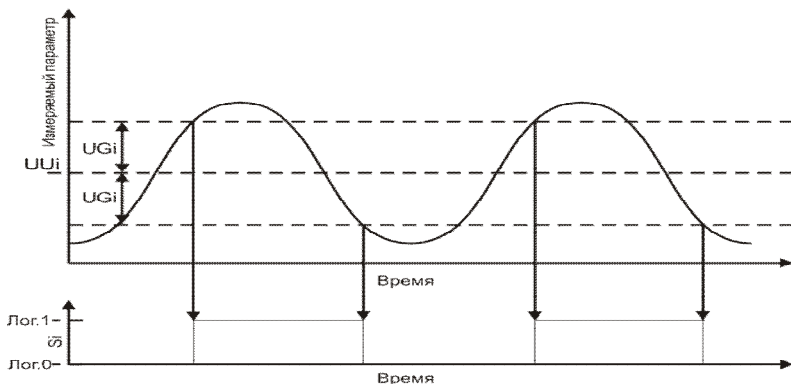

Рис.19 Логика работы пороговых устройств
Связь выходных состояний пороговых устройств с величиной входного сигнала и значениями уставок задается соотношениями (6) и показывает рис.19.
При прямом управлении значение выходного сигнала регулятора увеличивается с увеличением измеряемой величины (холодильник) (рис.19). При обратном управлении значение выходного сигнала регулятора уменьшается с увеличением измеряемой величины (нагреватель).